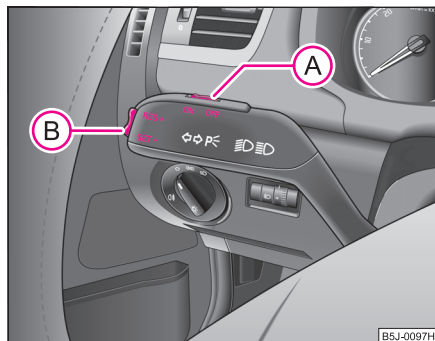

Fig. 104 Maneta: tasta și comutatorul sistemului de viteză de croazieră
- Apăsați comutatorul (A) ⇒ fig. 104 în poziția **ON**.
- După atingerea vitezei dorite apăsați tasta (B) în poziția **SET** - viteza actuală se memorează.
- Viteza memorată poate fi **mărită** fără acționarea pedalei de accelerație, prin apăsarea tastei (B) ⇒ fig. 104 în poziția **RES**.
- Apăsați comutatorul **(A)** ⇒ pagina 117, fig. 104 spre dreapta în poziția **OFF**. ■